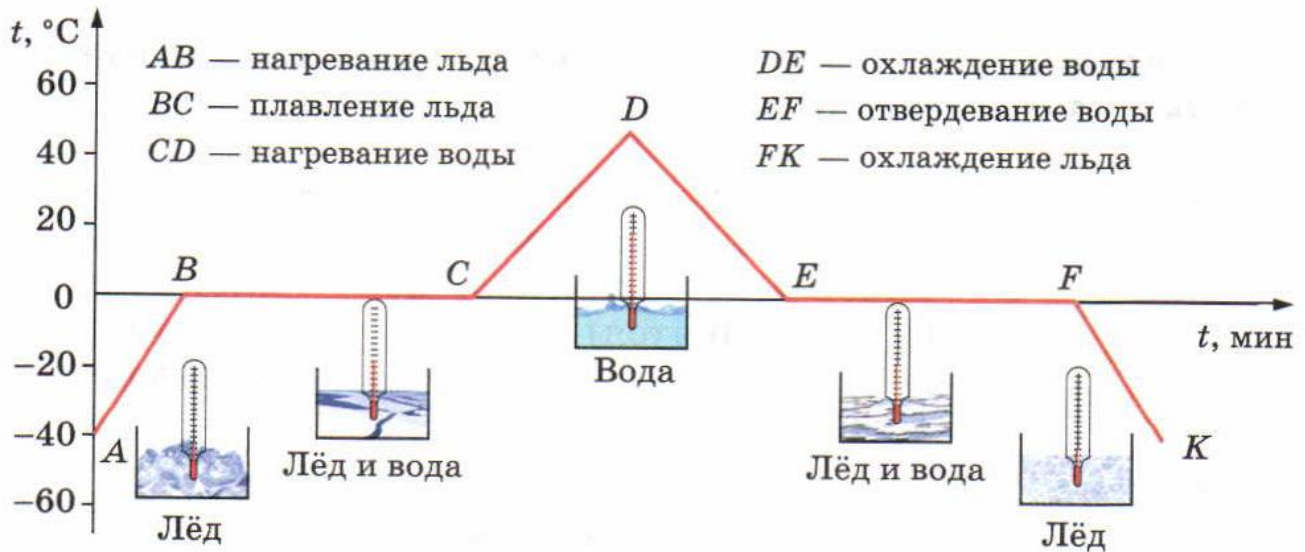

Рис. 18. График зависимости температуры льда от времени нагревания
Плавление кристаллического тела — сложный процесс. Для его изучения рассмотрим график зависимости температуры кристаллического тела (льда) от времени его нагревания (рис. 18). На нём по горизонтальной оси отложено время, а по вертикальной — температура льда.
1. Пользуясь графиком (см. рис. 18) и текстом, относящимся к нему, объясните, что происходит с водой в отрезки времени, соответствующие каждому из участков графика.
Кристаллические твёрдые тела, как мы видели (см. рис. 18), плавятся и отвердевают при одной и той же строго определённой для каждого вещества температуре. Иначе ведут себя аморфные вещества, например смола, воск, стекло. При нагревании они постепенно размягчаются, разжижаются и, наконец, превращаются в жидкость. Температура их при этом изменяется непрерывно. При отвердевании аморфных тел температура их также понижается непрерывно.